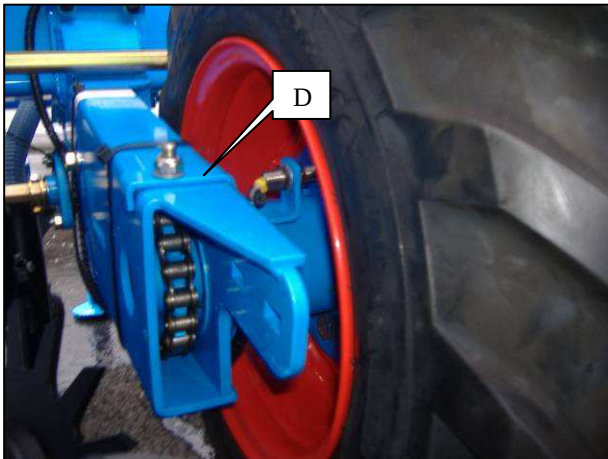

Fig. 2
d) Montaggio su seminatrice MS (Fig.2)
- Le capteur de roue doit être monté sur le bloc roue à l'aide d'une patte de fixation D (Fig.2) et la **distance entre le capteur et les aimants est de 4 mm.**